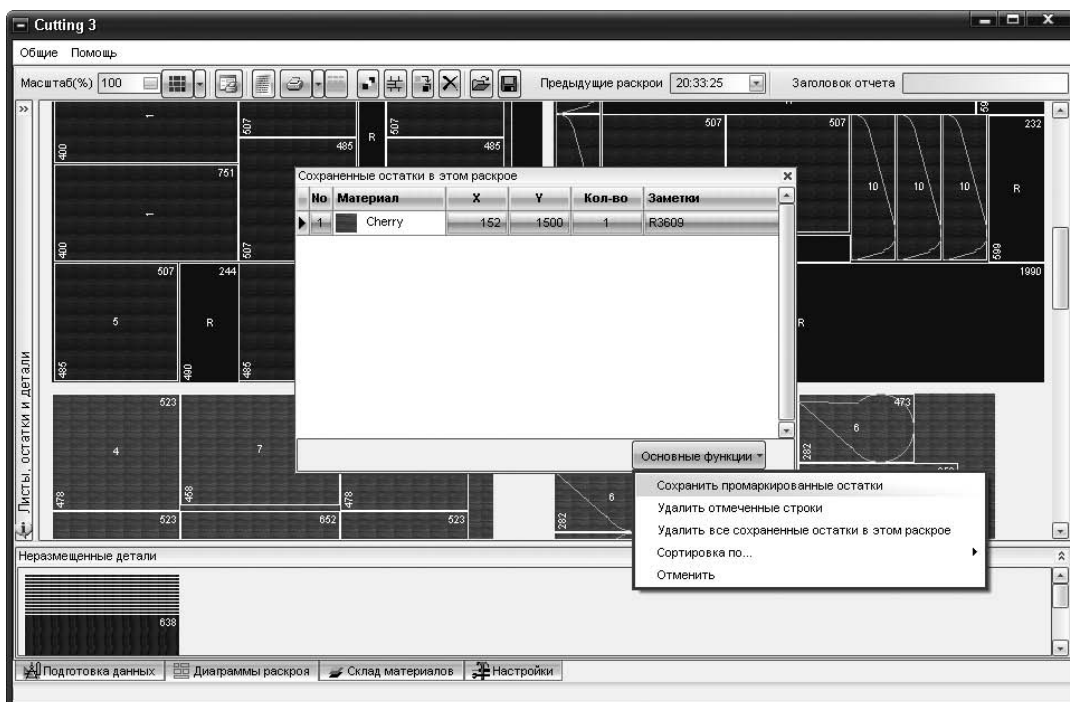

Рис. 7.19
5. Нажать кнопку Сохранить остатки на панели инструментов — откроется окно, в котором нужно нажать кнопку Основные функции, чтобы отобразить меню, в котором следует выбрать пункт Сохранить промаркированные остатки (рис. 7.19). Выделенные остатки будут сохранены, при этом они переместятся на склад и удалятся с диаграмм раскроя.